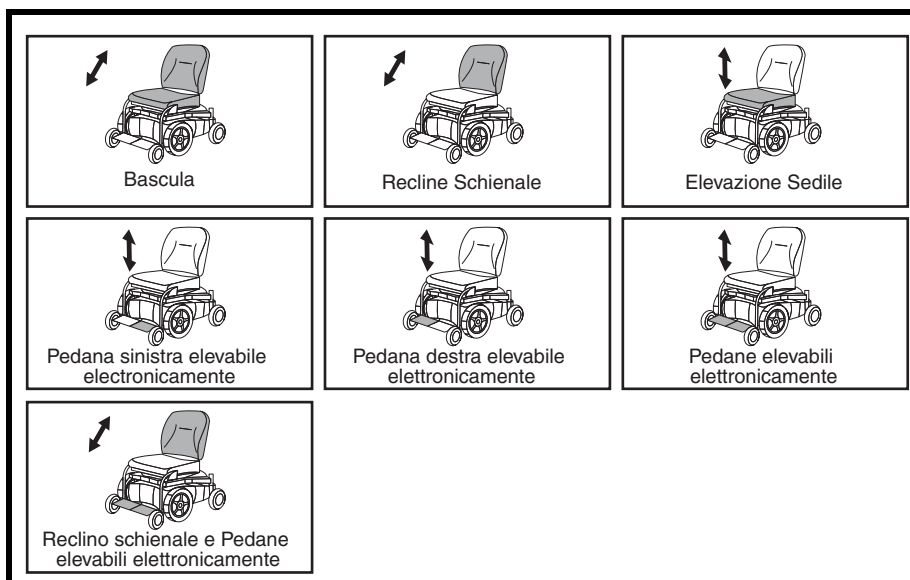

Figura 4. Schermate degli attuatori.
2. Premere il tasto di selezione modalità per visualizzare la schermata degli attuatori. **Vedere figura 4.**